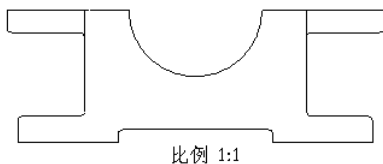

图 3.12.32 主视图
Step5. 选取 **类别** 区域中的 **视图显示** 选项，在 **显示样式** 下拉列表中选择  **消隐** 选项，在 **相切边显示样式** 下拉列表中选择  **无** 选项，其他参数采用系统默认设置值，单击 **确定** 按钮，此时主视图如图 3.12.32 所示。